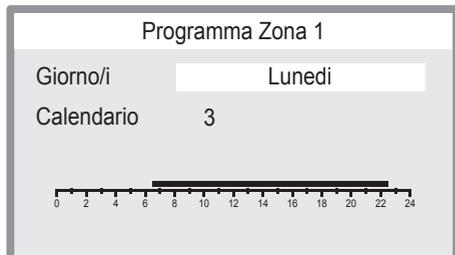

Figura 2.36
- Premere i tasti 12 o 13 (Figura 2.32) per selezionare il giorno o i gruppi di giorni da impostare (singolo giorno, Lunedì - Venerdì, Sabato - Domenica, Lunedì - Sabato, Lunedì - Domenica) (Figura 2.36).
- Premere i tasti 17 o 18 (Figura 2.32) per selezionare il calendario desiderato (1÷4) (Figura 2.36).